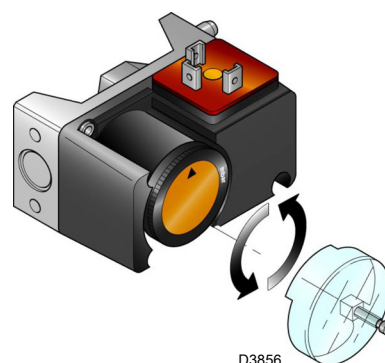

图 36
- 调节最大燃气压力开关 (图 36) 至量程的终止位置。
上述调整结束后，开始设定最大燃气压力开关，此时开关位置应置于量程开始位置（图 36）。